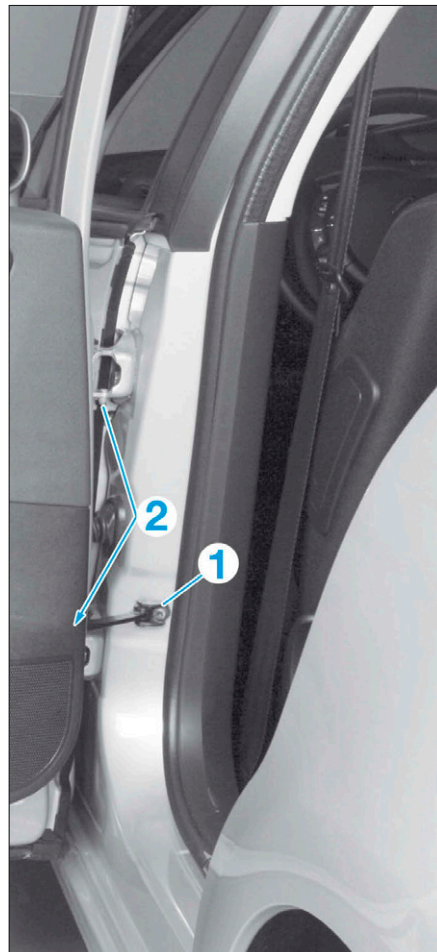

FIG. 52
- Déposer la vis de fixation (1) (Fig.52) du tirant de porte.